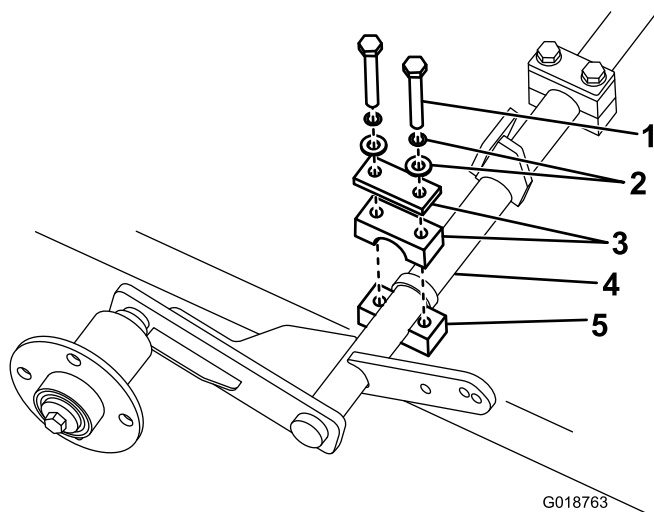

Figura 2
3. Instale a metade superior das braçadeiras e prenda-as com os parafusos previamente removidos. Não aperte completamente os parafusos até que o êmbolo de elevação a gás tenha sido instalado (Figura 2).